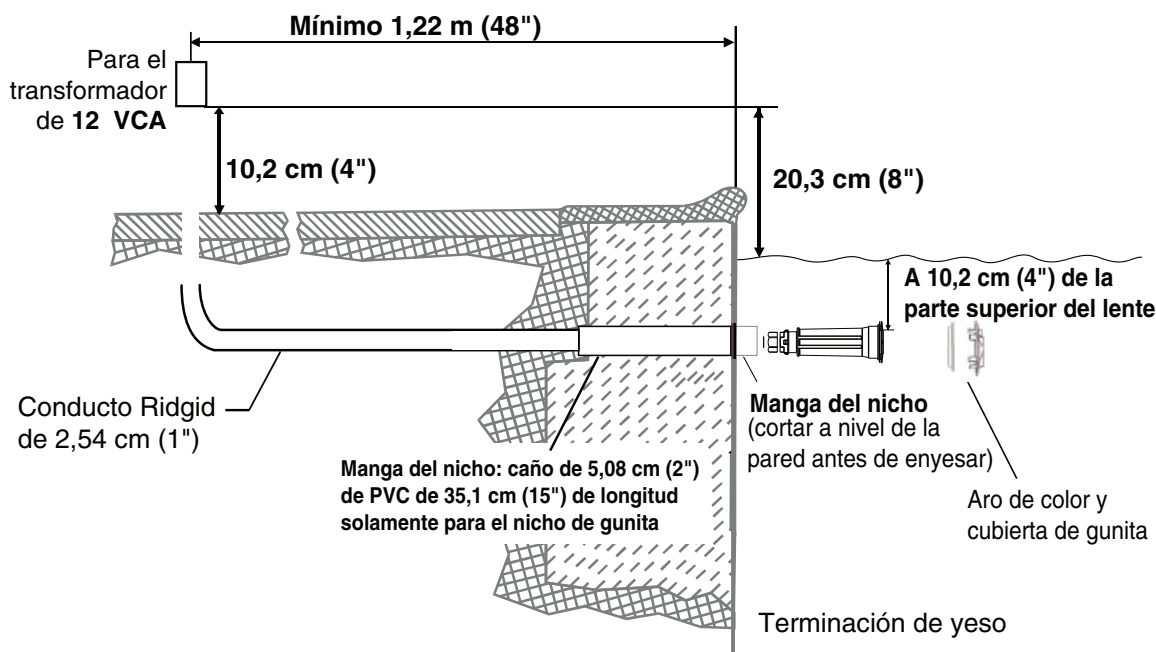

Figura 1: Diagrama de instalación de lámpara en gunita
ANTES DE COMENZAR: La siguiente información describe las tareas que el electricista debe realizar *antes* de instalar la unidad de iluminación. Vea la Figura 1 de la página 7.
- La caja de conexiones y el transformador de bajo voltaje se encuentran a un mínimo de 20,3 cm (8") sobre el nivel del suelo y a un mínimo de 1,22 m (48") desde el borde de la piscina. Vea la Figura 1 de la página 7.
1. **Instale la manga:** Ubique la posición vertical en la piscina o el spa donde se instalará la lámpara. La parte superior del lente de la lámpara debe encontrarse como mínimo a 10,2 cm (4") debajo del nivel de agua normal. Consulte la Figura 1 de la página 7 para ver los requisitos exactos de profundidad.
6. Instale el conducto. Vea la Figura 1 de la página 7.
2. En el transformador de 12 VAC o la caja de conexiones, corte todo el cable sobrante. Deje al menos 15,2 cm (6") de cable en la caja de conexiones o en el transformador para facilitar la instalación de la lámpara y la inspección del nicho. Corte el cable sobrante. Vea la Figura 1 de la página 7.
3. Pele el extremo del cable exterior para descubrir los dos (2) conductores aislados. Pele los dos conductores. Procure no dañar el conductor de cobre.
4. Conecte los dos (2) conductores a los cables de circuito correspondientes en la caja de conexiones (cable negro a alimentación, cable blanco a común). Fije la cubierta de la caja de conexiones.